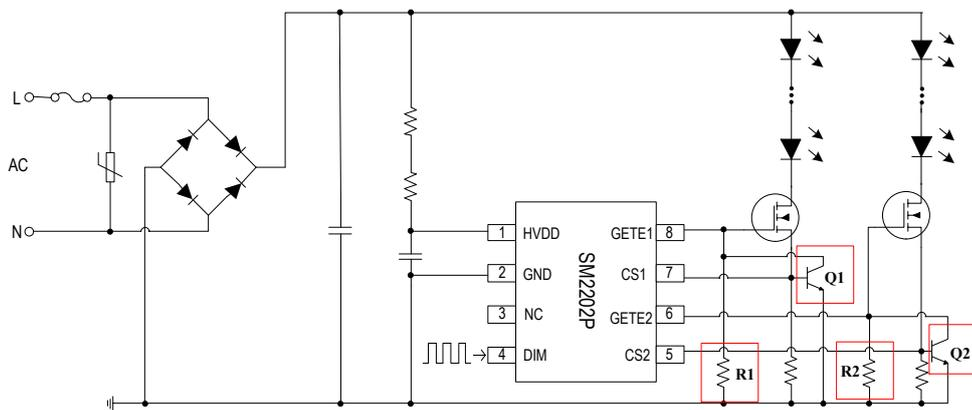

图 1 SM2202P 方案应用示意原理图
2、图 1 中的 Q1 和 Q2 两个三极管（NPN 型）主要是高 PF 系统应用时过雷击使用；
3、图 1 中的 R1 和 R2 两个电阻主要是在高 PF 系统应用时过 EMC 使用。